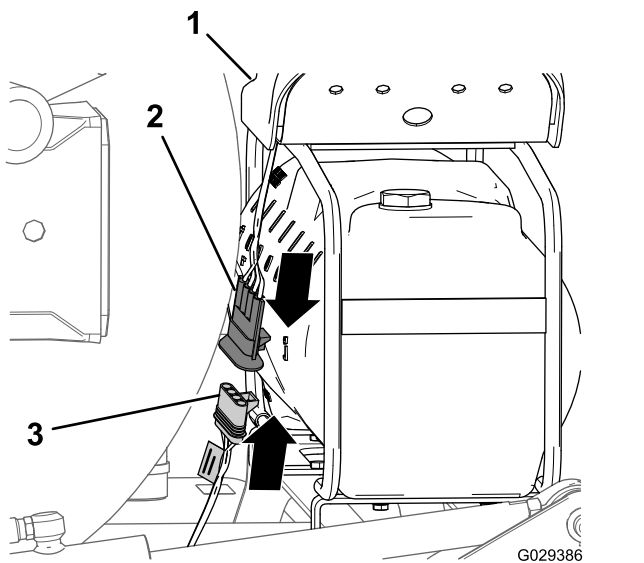

図 120
1. ワイヤハーネスの 236cm の枝線の端部についている4ソケットコネクタ仕上げキットを、コンプレッサから来ているハーネスの4ピンコネクタに接続する 図 120。
2. 4口コネクタに4ピンコネクタを接続する 図 120。